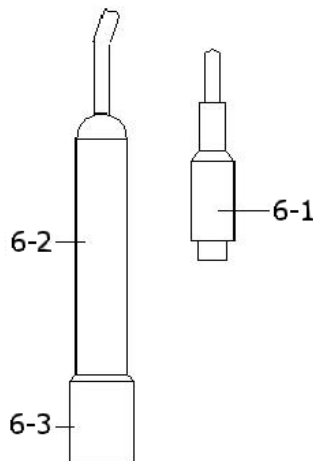

Fig. 3
- 1) Préparez la sonde de conductivité (optionnelle, CDPB-03), installez la "Prise de la sonde" (6-1, Fig. 3) dans le connecteur "CD" (3-15, Fig. 1).
- 3) Tenez le manche de la sonde (6-2, Fig. 3) d'une main et introduisez totalement la "tête du capteur" (6-3, Fig. 3) dans la solution à mesurer. Bougez la sonde pour laisser la bulle d'air interne sortir de la tête du capteur.
- 2) Installez la "prise de la sonde" (6-1, Fig. 3) dans le connecteur "CD" (3-15, Fig. 1).
- 4) Tenez le "Manche de la sonde" (6-2, Fig. 3) d'une main et introduisez complètement la "tête du capteur" (6-3, Fig. 3) dans la solution à mesurer. Bougez la sonde jusqu'à ce que la bulle d'air interne sorte de la tête du capteur.